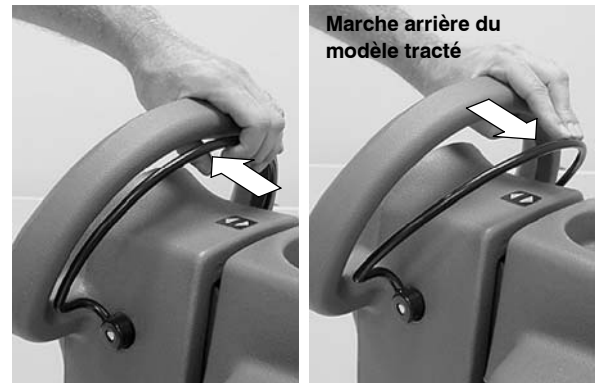

FIG. 20
- Tirez vers l'arrière la protection de démarrage de la poignée de commande pour démarrer le brossage (Figure 20). Le modèle tracté avance automatiquement. Pour inverser la marche du modèle tracté, il suffit de pousser vers l'avant la protection de démarrage de la poignée de commande.